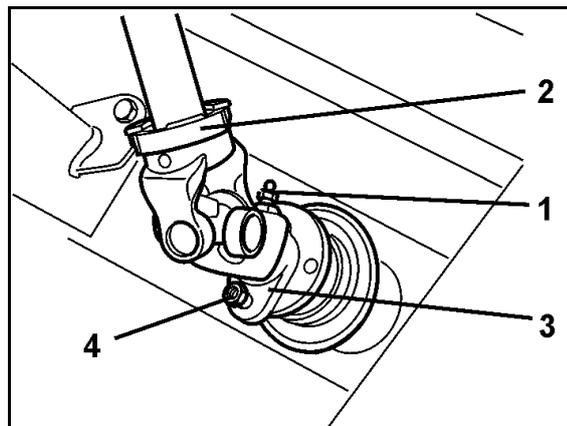

Fig. 54
13. Asegurarse de que la protección del árbol de transmisión no gire conjuntamente, engancho para ello la cadena en la máquina (Fig. 54).